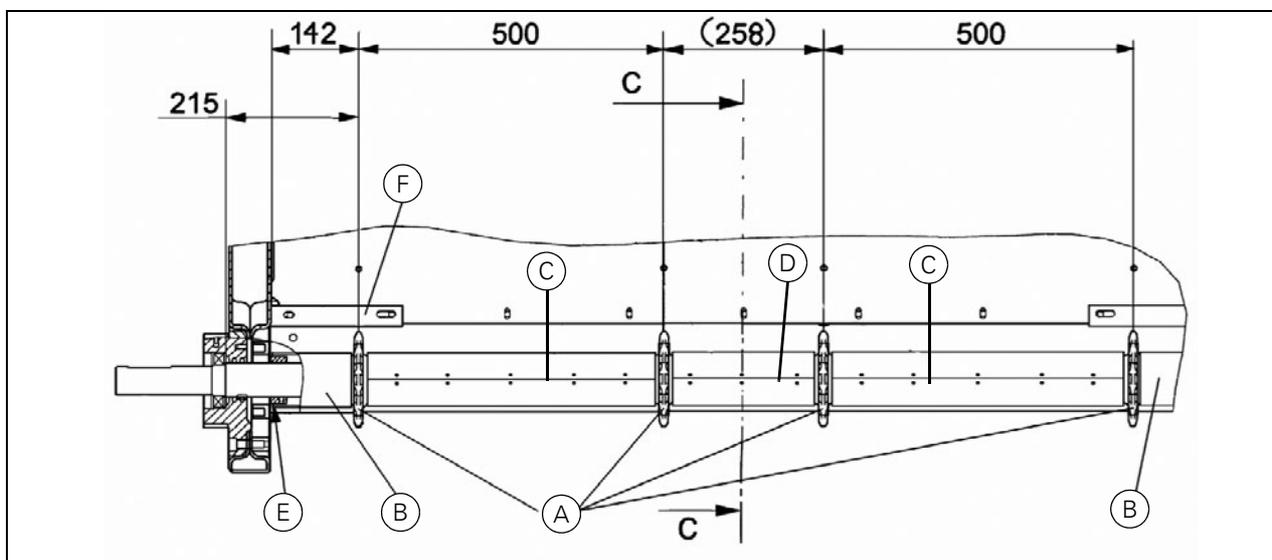

Рисунок 24
8. Установите дистанционную втулку (E) вплотную к крышкам на обеих сторонах и затяните крепления.
9. При установке звездочек на вал расстояния между ними должны быть равны указанному на (Рис. 24).